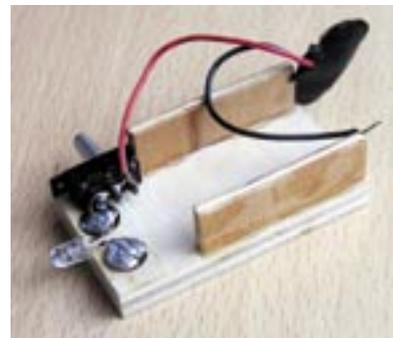

Bild 9: Hier ist die LED schon eingelötet.
1. Schritt: Zuerst müssen wir die Leuchte von Seite 12 verändern. Dazu werden die Lampenfassung und der schwarze Batterieanschluss abgelötet. Jetzt kann die Lichtemitterdiode angeschlossen werden. Wir knicken deren Anschlussbeinchen vorsichtig zur Seite ab. (siehe **Bild 9**). Beim Einlöten ist unbedingt auf die richtige Polung zu achten.